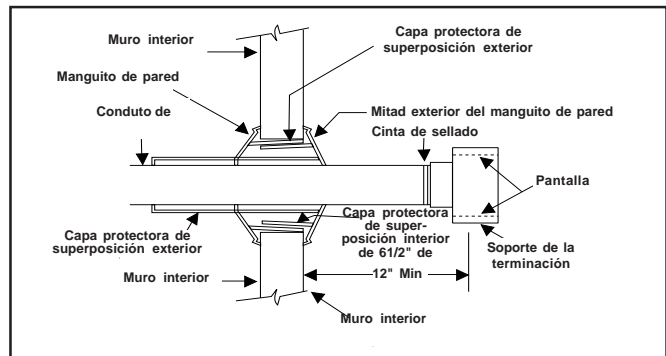

Figura 23. Terminación típica
11. Cortar una pieza de 8 pulgadas, como mínimo, de conducto de salida y conectar el acoplamiento a la terminación. El interior del soporte debe estar a 12 pulgadas, como mínimo del exterior del muro. (Ver figura 23).